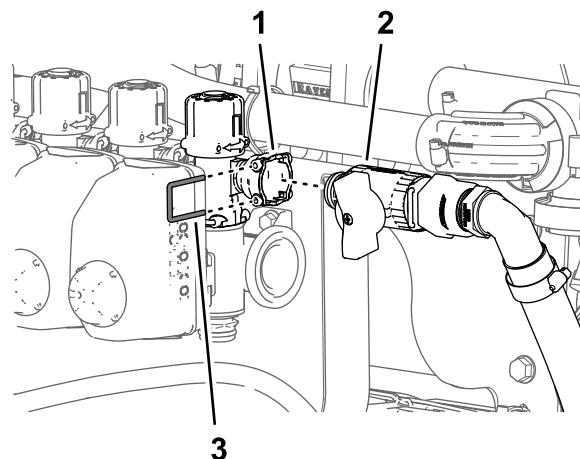

Figura 112
1. Conecte el acoplamiento rápido de la válvula de cierre-desvío al acoplamiento rápido (conector hembra) de la válvula de desvío (Figura 112).
2. Sujete los acoplamientos rápidos de la válvula de cierre del desvío y la válvula de desvío con la horquilla de retención (Figura 112) que retiró en el paso 3 de [Posicionamiento de las válvulas de desvío — Máquinas con el kit opcional de lanza de mano o el kit opcional de carrete de manguera eléctrico \(página 46\)](#).